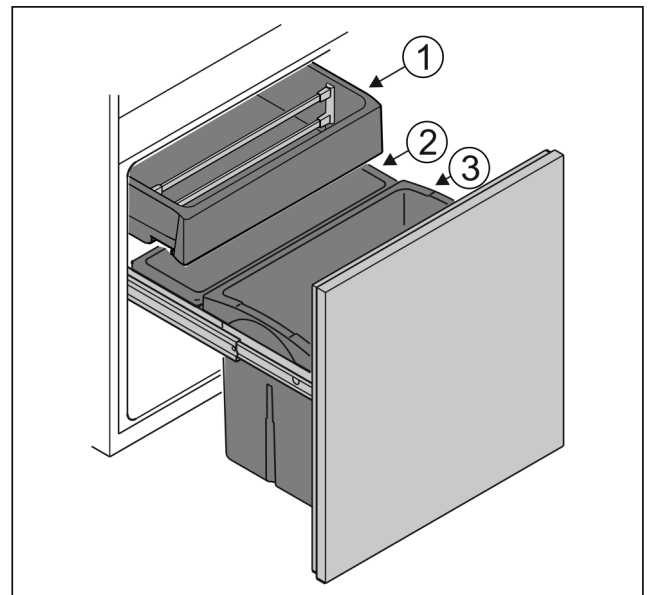

Fig. 6
- ▶ Recipiente Fig. 6 (1): Conservación de verduras sin envasar y frutas tropicales.
- ▶ Recipiente Fig. 6 (2): Conservación de pequeñas frutas y verduras sin envasar.
- ▶ Recipiente Fig. 6 (3): Conservación de botellas individuales.